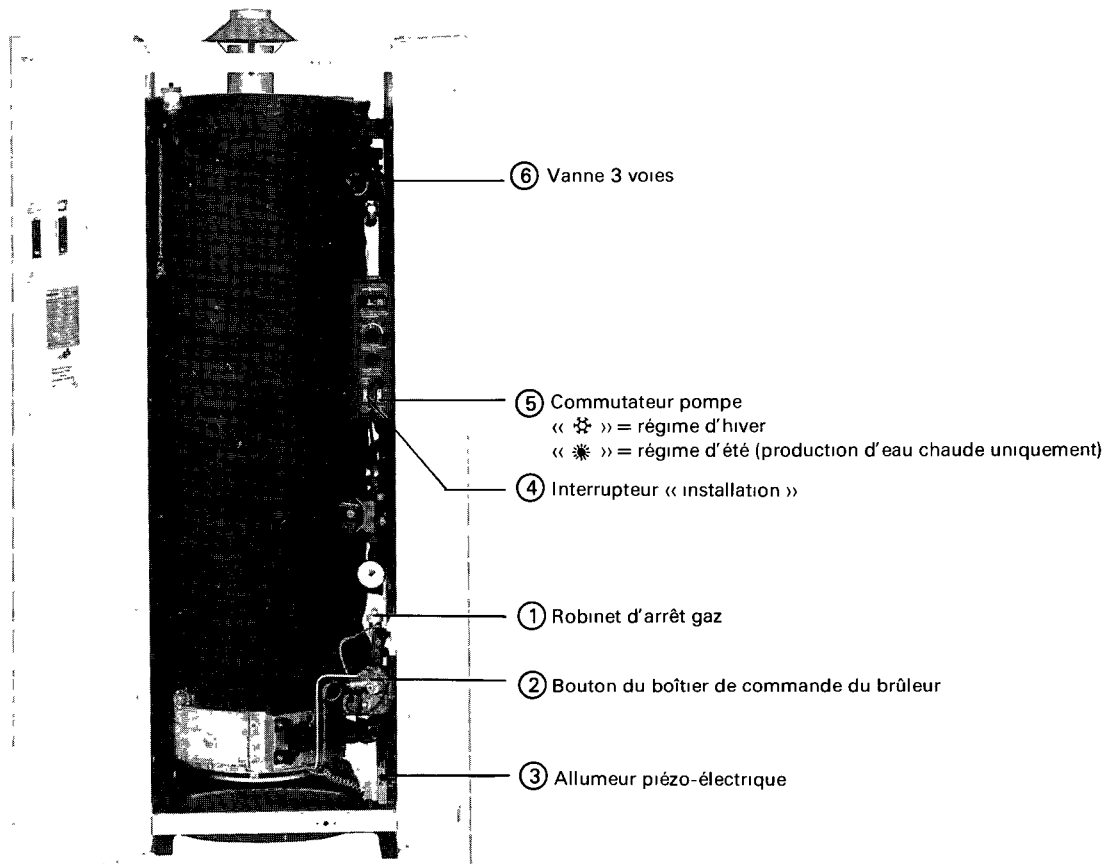

Fig. 1 Chaudière Gasola, portes de la jaquette ouvertes
- Le robinet d'arrivée en amont du compteur de gaz et le robinet d'arrêt ① (fig. 1) de la conduite d'alimentation de la chaudière doivent être impérativement ouverts.